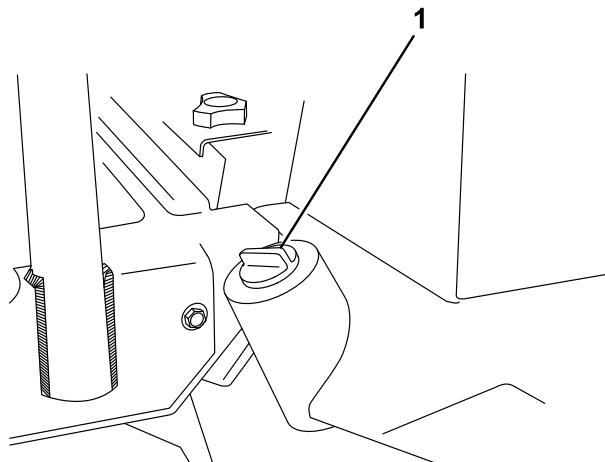

図 34
2. 油圧オイルタンクの注油口周辺をきれいに拭き、キャップ 図 34を外す。給油口からキャップを取りる。